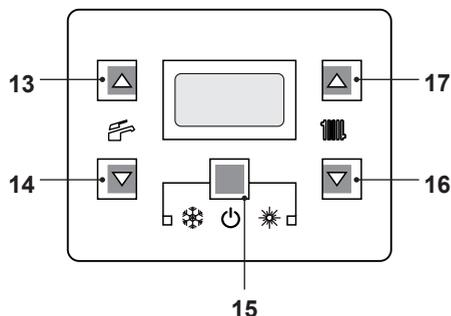
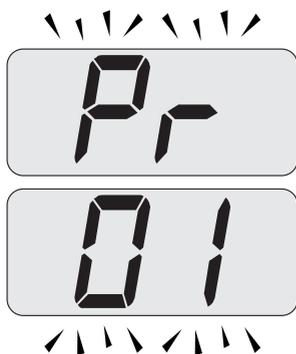

Figura 9.20
Figura 9.21
- Entrare in "modalità programmazione" premendo contemporaneamente per 10 secondi i tasti 15 - 16 - 17 (Figura 9.20) fino a far apparire sul display LCD le lettere **Pr** che si alternano con il codice **01**, indicanti l'entrata nel "parametro 01" (Figura 9.21).
- Premere contemporaneamente i tasti 16 e 17 (Figura 9.20) fino a far apparire sul display LCD le lettere **LP** che si alternano con il valore di temperatura dell'acqua di riscaldamento (es. **45**), indicanti l'entrata nell'attivazione della "funzione spazzacamino" alla potenza minima in sanitario (Figura 9.22).
- Premendo il tasto 17 (Figura 9.20) è possibile variare la potenza in modalità spazzacamino: con visualizzazione sul display LCD delle lettere **hP** che si alternano con il valore di temperatura dell'acqua di riscaldamento (es. **32**), siamo in "funzione spazzacamino" alla potenza minima in riscaldamento (Figura 9.23).
- Ripremendo contemporaneamente per 10 secondi i tasti 15 - 16 - 17 (Figura 9.20) si esce dalla "modalità spazzacamino" e si ritorna allo stato di caldaia precedentemente impostato (Figura 9.26).